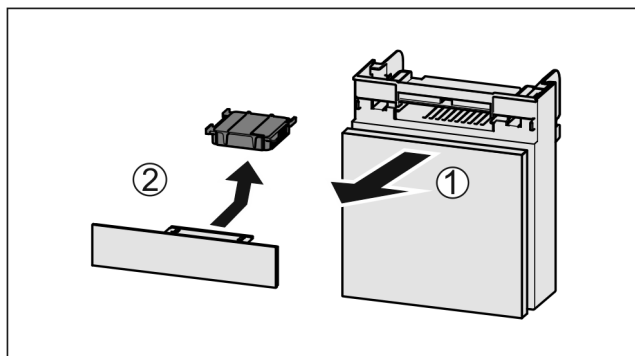

Fig. 123
- Lade vanaf de voorkant eruit trekken Fig. 123 (1).
- Actievekoolfilter verwijderen Fig. 123 (2).